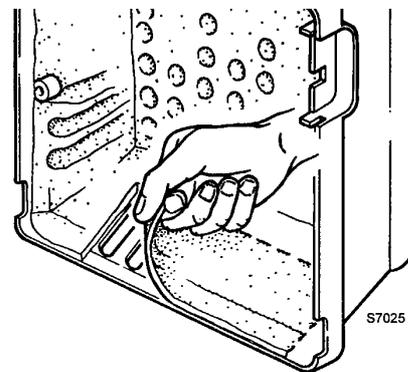

Рис. 10
- При установке головки на место, навинтите винты (9) до упора, но не затягивайте их; после этого затяните их с моментом затяжки 3-4 Н·м.
**A** Для того, чтобы обеспечить работу горелки свыше определённой мощности, в моделях 917M и 918M необходимо убрать звукоизолирующий материал, который уже имеет предварительные надрезы, упрощающие данную процедуру, чтобы освободить дополнительные щели в облицовке, необходимые для поступления воздуха. Смотри рисунок 10.